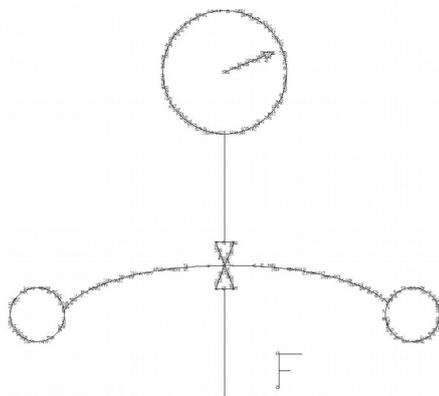

Figura 1
- Mantenere il carico per 15 min, registrando le deformazioni in corrispondenza del punto di applicazione del carico (vedere figura 1).